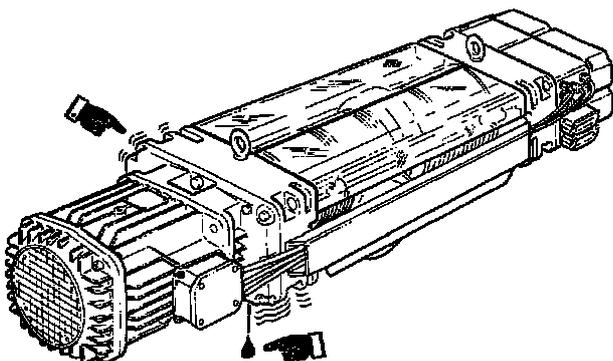

Abb. 137
**Monatliche Überprüfung der Getriebe (E-Zug und Katze) auf ihre Leistungsfähigkeit (Abb. 137):**